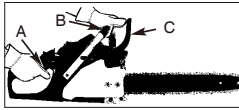

Bild. 10
TESTEN SIE DIE KETTENBREMSE WIE FOLGT (Bild.10):
3. Ergreifen Sie den hinteren Griff (A) mit der rechten Hand. (Bild. 10)
4. Mit der linken Hand halten Sie den vorderen Griff (B) fest [nicht den Kettenbremshebel (C)]. (Bild.10)
5. Drücken Sie den Gashebel auf 1/3 Geschwindigkeit und aktivieren Sie dann sofort den Kettenbremshebel (C). (Bild.10)